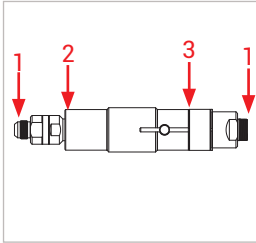
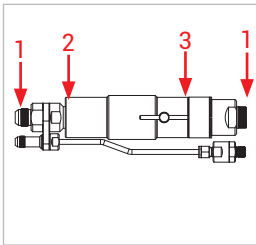

Abbildung 7
Abbildung 8
- ▶ Überprüfen Sie folgende Messstellen (*Abbildung 7* und *Abbildung 8*)
- Verschraubungen (1)
- Bereich der Spannanzgen (2)
- Bereich der Exzenterbetätigung (3)